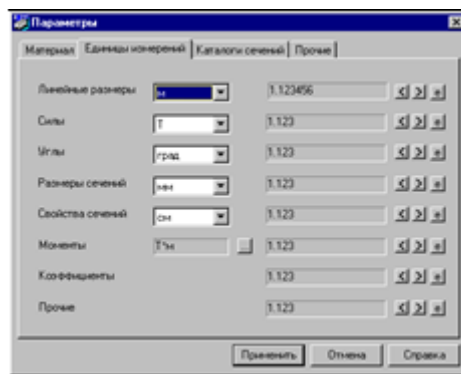

Рис. 2-6
2.3.2. Страница Единицы измерений (Рис. 2-6) определяет используемые единицы измерения величин. Она имеет две группы данных. В первой задаются единицы измерения, применяемые для определения размеров конструкции и сечений, нагрузок и усилий, углов. Для моментов предусмотрена возможность отдельного выбора единиц измерения сил и единиц измерения плеч (кнопка ).